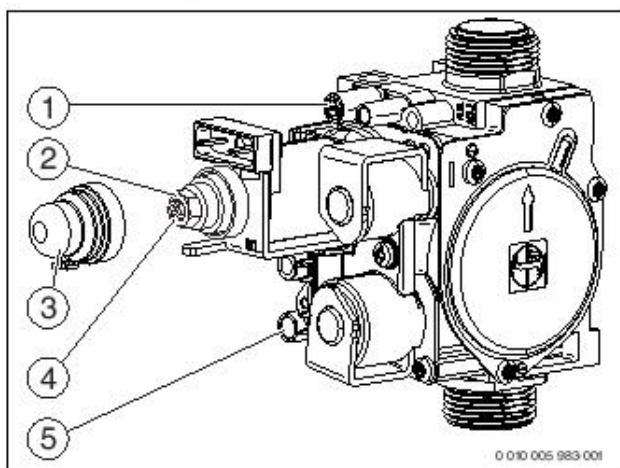

Рис. 32 Газовая арматура
- ▶ Отверните уплотнительный винтштуцера измерения давления на форсунках (рис.32, [1]) и подсоедините U-образный манометр.
- ▶ Снимите крышку (рис.32, [3]).
- ▶ Значение «min» давления (мбар) на форсунках приведено в таб. на стр. 42. Установите давление на форсунках регулировочным винтом минимального расхода газа (рис.32, [4]).
- ▶ Выключите котёл и закройте газовый кран, отсоедините манометр и заверните уплотнительный винт (рис. 32, [1]).
- ▶ Отверните уплотнительный винт на штуцере измерения подаваемого давления газа (рис.32, [5]) и подсоедините манометр.
- ▶ Установите и опломбируйте крышку (рис.32, [3]).